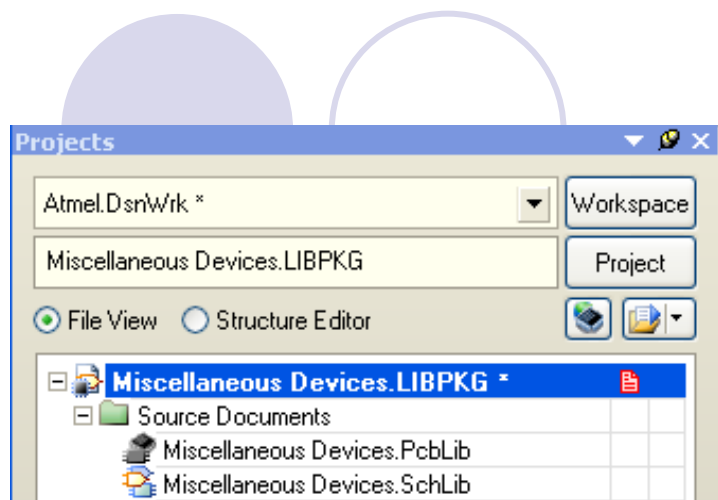

图14-18跳转到项目编辑界面
(1) 打开一个要转换的Altium Designer 的库文件。以\Altium Designer winter 09\Library\Miscellaneous Devices.IntLib为例，将该文件拷贝到“F:\Altium Designer9\AD9库文件转99SE”文件夹下，双击“Miscellaneous Devices.IntLib”文件会弹出“Extract Sources or Install”的对话框。
(2) 选择“Extract Sources”选项。生成了Miscellaneous Devices.LibPkg，软件自动跳转到项目编辑界面，如图14-18所示。